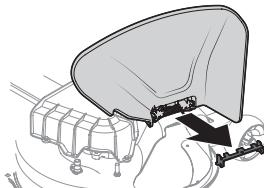

Figure 11
- Relevez le déflecteur d'éjection et maintenez-le dans cette position pour enlever le support. Abaissez le déflecteur d'éjection et jetez le support (Figure 11).